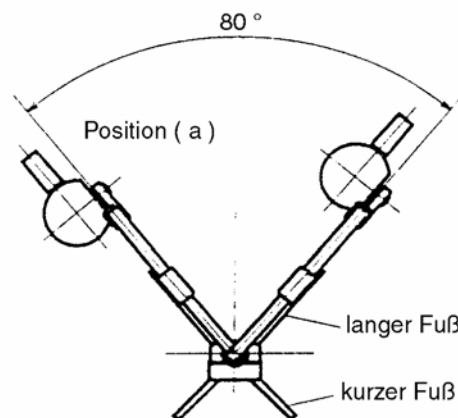

Abbildung 20
- 3-2. Halten Sie den Arm in Position (a), wie in ABBILDUNG 20 dargestellt.
- 3-4. Vergewissern Sie sich, daß der Schwingbereich des Arms der Darstellung in ABBILDUNG 20 entspricht.